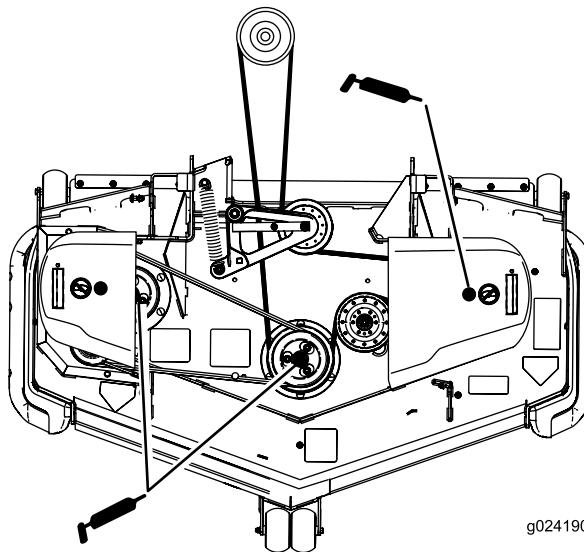

Figura 37
3. Ingrassate i tre cuscinetti del mandrino finché il grasso non fuoriesce dalle guarnizioni di tenuta inferiori (Figura 37).
- Lubrificate il braccio di rinvio della cinghia di trasmissione (Figura 37).